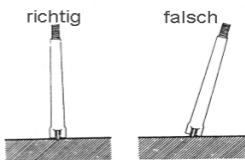

Abb. 8
- \* Beim Messen von Oberflächentemperaturen auf guten Kontakt der Temperatursonde mit der zu messenden Oberfläche achten (Abb. 8).